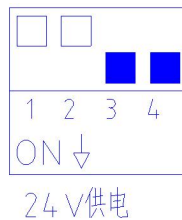

图9 供电时拨码示意图
- ① 拨动开关，选择ALIBUS，调整拨码如图9所示，1、2拨向off，3、4拨向on。